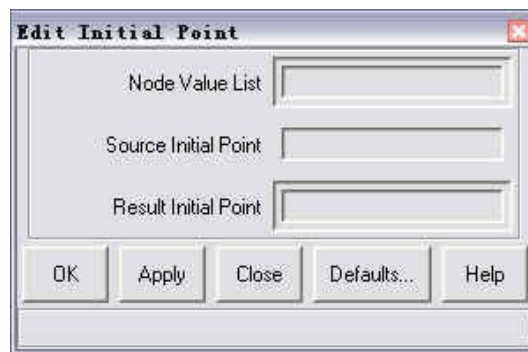

图 4-5 编辑初始点面板
- 1、显示编辑初始点面板 (Analyses>Operating Point>Edit Initial Point)，如图 4-5 所示。